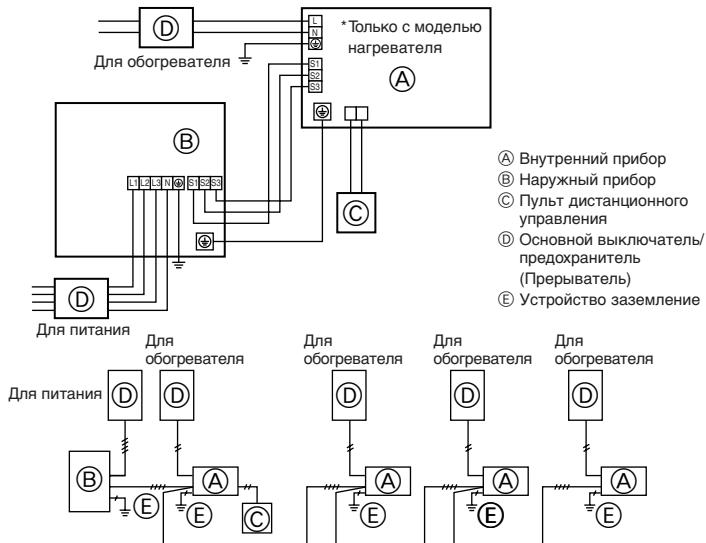
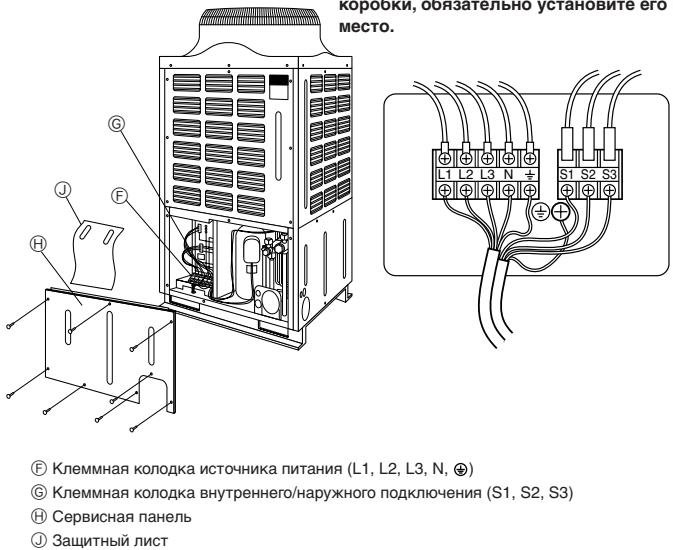

Fig. 7-1
Fig. 7-2
7.1. Наружный прибор (Fig. 7-1, Fig. 7-2)
(1) Снимите защитную панель.
(2) Подсоедините кабели, как указано на рис. 7-1 и рис. 7-2.